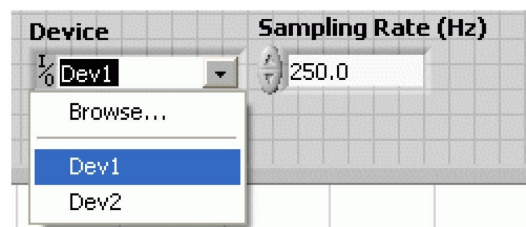

Рис. 5 Выбор устройства.
3. Убедитесь в том, что с помощью селектора *Device* выбрано то устройство, которое показано на рис. 5.